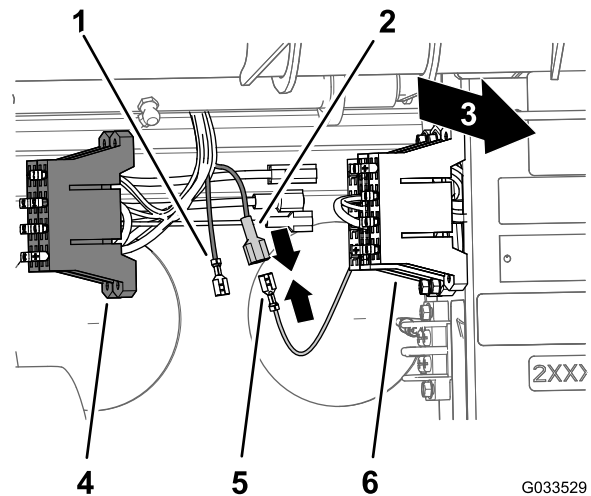

Figura 25
opional al blocului de sigurană al cablajului pulverizatorului (Figura 25).
3. Cuplai borna neizolată a blocului de sigurană al mainii la borna lamă izolată a blocului de sigurană al pulverizatorului (Figura 25).